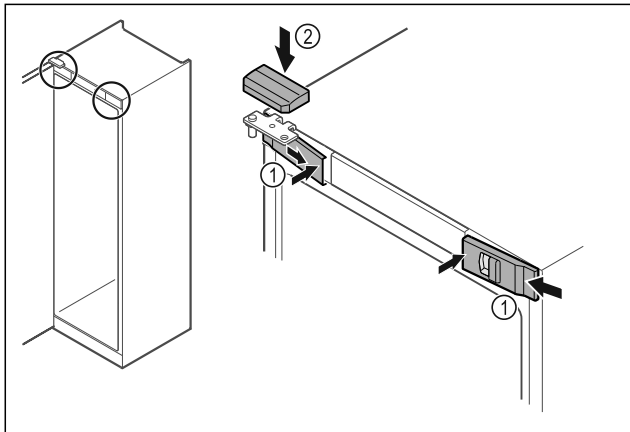

Fig. 48
- Futni nga anash kapakët mbulues të përparmë Fig. 48 (1) dhe mbërthejini nga brenda.
- Mbërtheni nga lart kapakun mbulues të sipërm Fig. 48 (2).